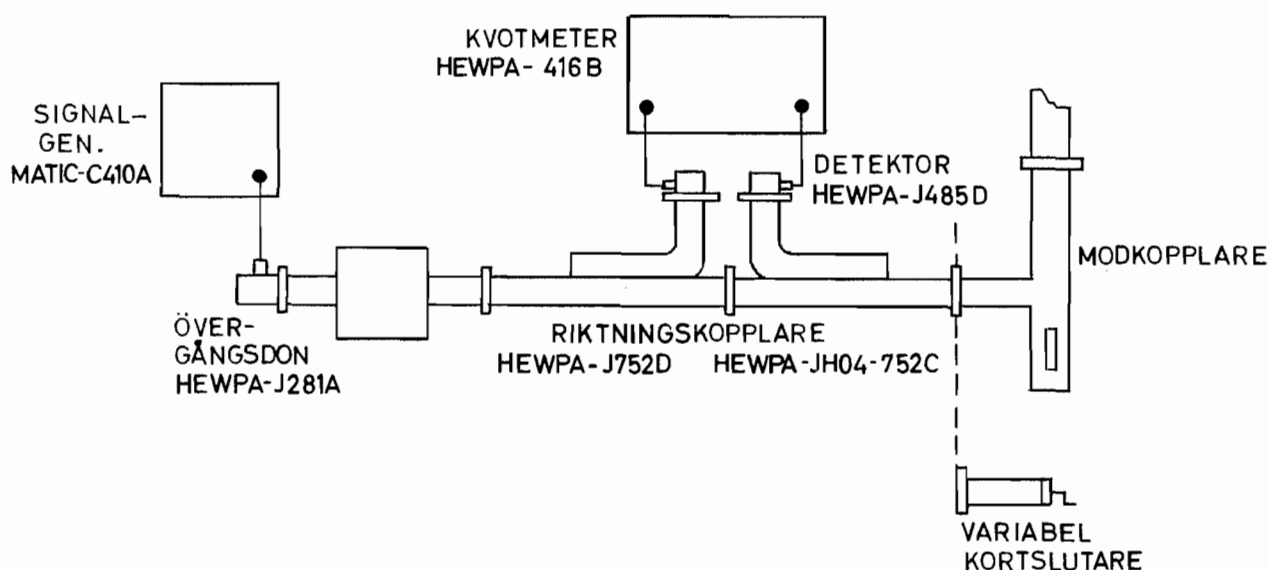

Bild 8 Uppkoppling
- 8.8.1 Anslut mätutrustningen enligt bild 8, till modkopplaren och en fast kortslutning vid anpassningsbiten till matarhornet. Kalibrering av mätutrustningen sker enligt punkt 8.8.2. Avläs utslaget på kvotmeterens dB-skala och dividera utslaget med 2. Det erhållna värdet är lika med vågledarens dämpning. Normalt dämpningsvärde för cirkulär vågledare är 4 dB/100 m.